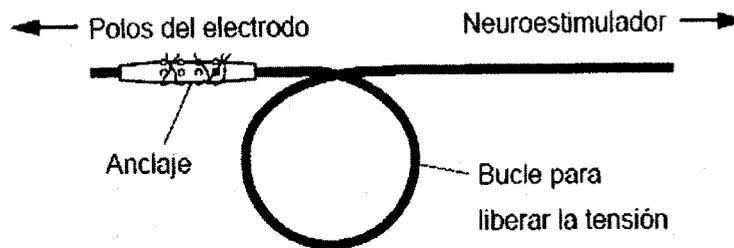

Figura 4. Bucle para liberar la tensión creado con el cuerpo del electrodo.
12. Mientras mantiene la posición del electrodo, cree un bucle para liberar la tensión con el cuerpo del electrodo cerca del anclaje fijado (Figura 4).